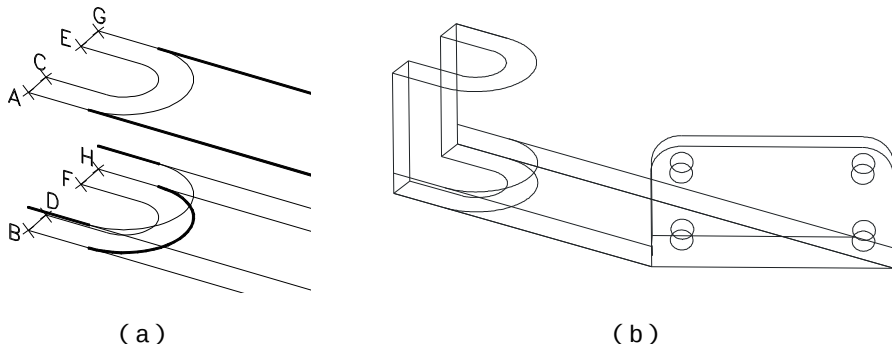

图 6-3-13
STEP 07 使用 TRIM、ERASE 等命令剪切和删除多余线条，需剪切和删除部分为图 6-3-13 (a) 中的深色线段，分别连接 AB 点、CD 点、EF 点、GH 点，最后删除中心线，最终效果如图 6-3-13 (b) 所示。